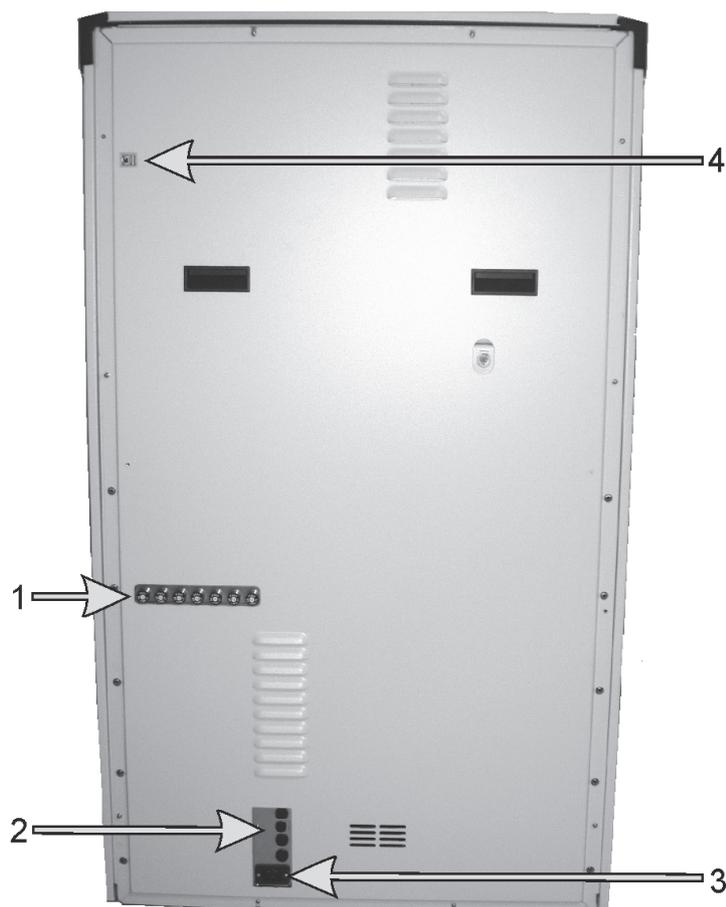

Figure 25 : Protection arrière BOND-III
Figure 25 illustre la protection arrière du module de traitement BOND-III.
2. Suivez le cordon d'alimentation depuis le branchement secteur du module de traitement (élément 3 dans Figure 25 et élément 4 dans Figure 26) jusqu'au mur. Coupez l'alimentation secteur au niveau de la prise murale.